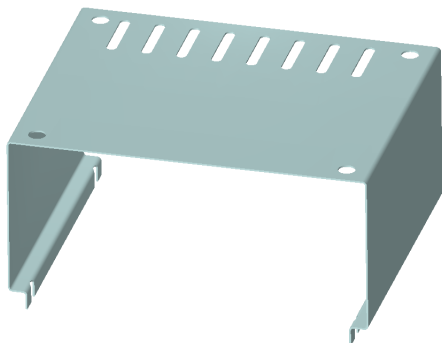

图 13-47 添加线性光源效果
(4) 单击【确定】按钮, 即可添加线性光源, 如图 13-47 所示。